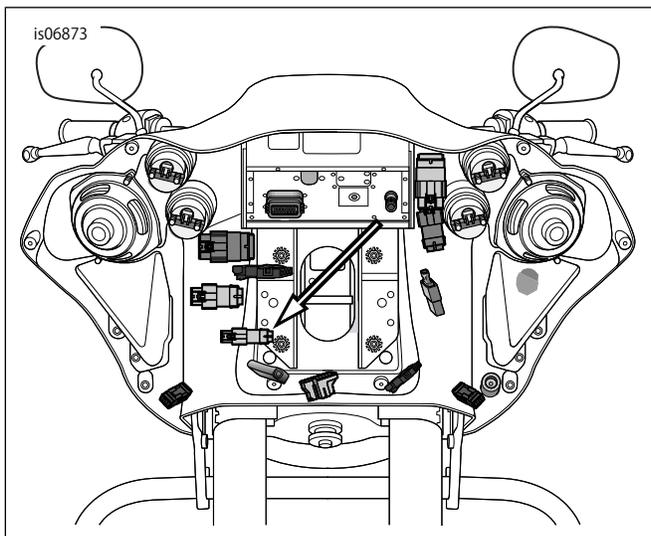

図6. ツイストグリップセンサージャンパーハーネスコネクタ (FLTRモデル)
5. 「図6」を参照。右ハンドグリップからのTGSコネクタの半分をハーネスコネクタの半分に接続します。